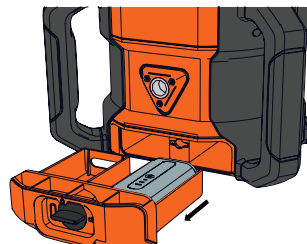

Figura 5
2. Retire el compartimento de la batería del láser rotativo. (Figura 5)